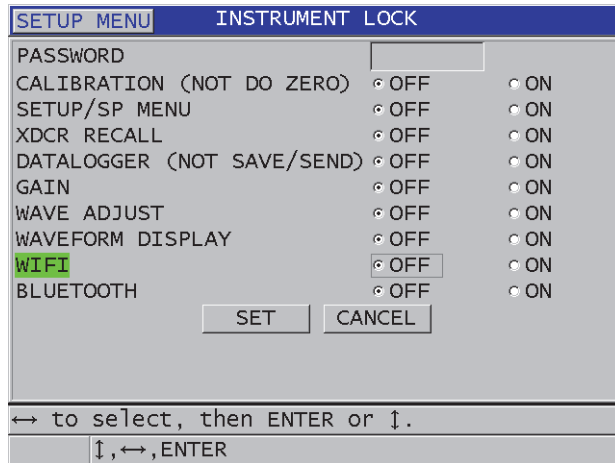

Figura 8-9 Pantalla BLOQUEO DE INSTRUMENTO (INSTRUMENT LOCK)
3. En la pantalla **BLOQUEO DE INSTRUMENTO** (ver Figura 8-9 en la página 153):
- b) Ajuste las funciones que desea bloquear a **ACTIVADO (ON)** y aquellas que desea desbloquear a **APAGADO (OFF)**.